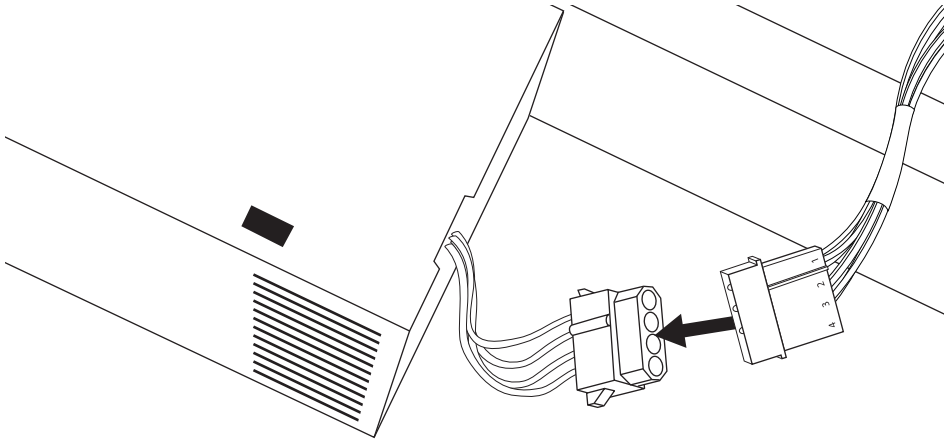

図7 HDXカードの電源ケーブルをハード・ドライブの電源に接続する (PC)
- 4 付属のカスタム電源ケーブルを、主電源から来ているハード・ドライブ電源コネクタに接続します（56 ページの図 7 参照）。